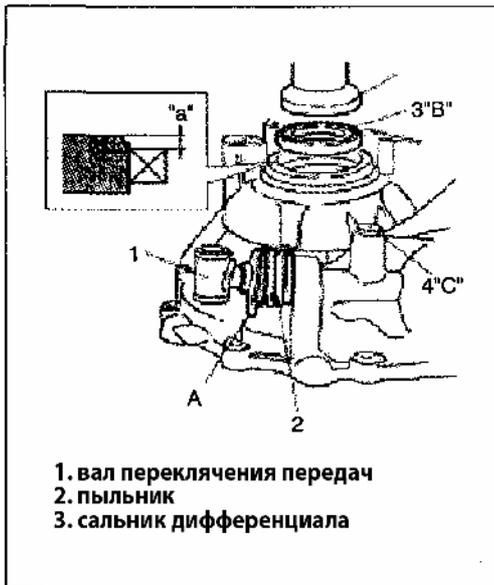

Рис. 398
- 4) Установите вал переключения передач, кожух, металлические шарики, пружину и распорку, смазанные маслом, затяните болты (Рис. 398). "С": HZ1213 силиконовая смазка.